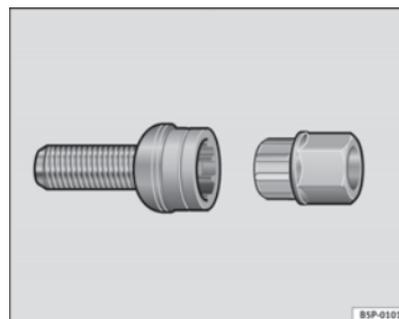

Fig. 174 Boulons de roue antivol
- Introduisez l'adaptateur au maximum dans le boulon antivol de la roue ⇒ page 265, fig. 174.